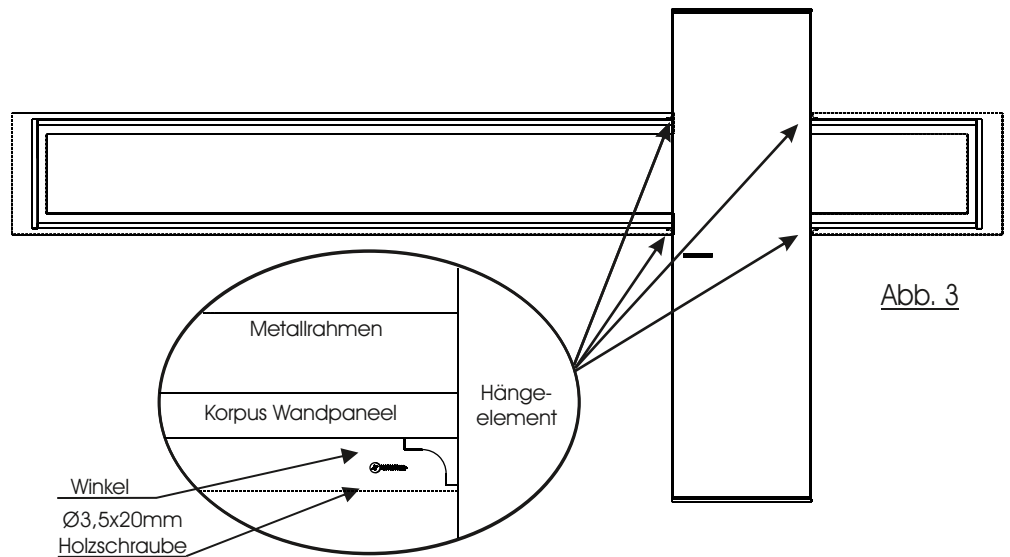

Abb. 3
5. Verschrauben Sie die beiden Paneele mit dem Hängekorpus. Hierzu sind hinter dem Metallrahmen jeweils oben und unten Winkel werkseitig vormontiert. Verwenden Sie hierzu die $\varnothing 3,5 \times 20$ Senkkopfschrauben. (Abb. 3)
4. Bei einigen breiten Elementen ist es notwendig, den Korpus mittig zu unterstützen. Hierzu ist in diesem Kufenelement eine Korpusstütze mit Grundplatte enthalten. Verschrauben Sie die Grundplatte mit 4 Stück Ø4x20mm RW-Schrauben. (Abb. 3)
(Abb. 3)